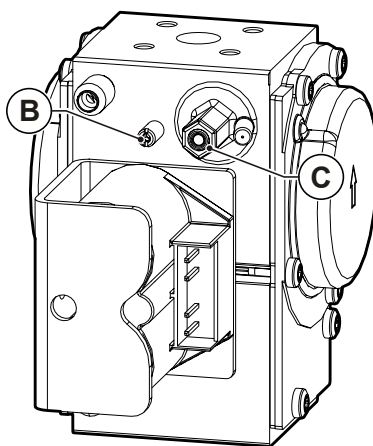

Fig. 38 Regulação do valor de gás carbónico
- Regule o valor do gás carbónico (CO₂) nos fumos, girando o regulador de relação **B** (veja Fig. 38 Regulação do valor de gás carbónico) e certifique-se de que esteja dentro dos limites da Tab. 1 Dados de calibração KR 85 e da Tab. 2 Dados de calibração KR 120.
- Regule o valor do gás carbónico (CO₂) nos fumos, girando o regulador de offset **C** (veja Fig. 38 Regulação do valor de gás carbónico) e certifique-se de que esteja dentro dos limites da Tab. 1 Dados de calibração KR 85 e da Tab. 2 Dados de calibração KR 120.